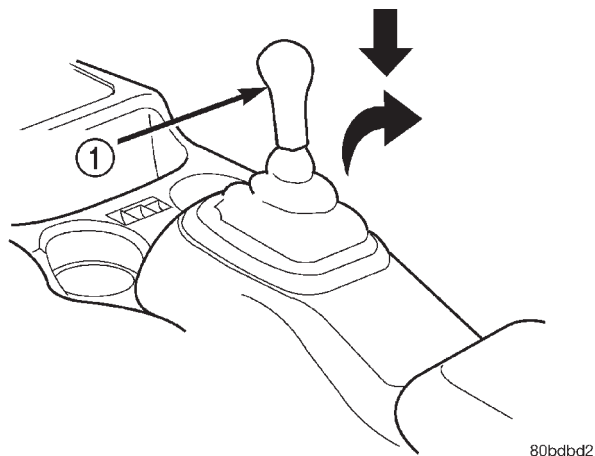

Fig. 34 Desmontaje del pomo y funda del cambio de marchas
(1) Levante la funda fuelle del cambio de marchas para desenganchar la lengüeta de retención de la consola.
(2) Para retirar el conjunto de pomo y funda, empuje el pomo hacia abajo y gírelo hacia la derecha (Fig. 34).